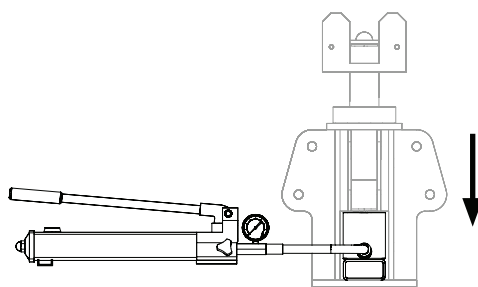

Fig. C2.02d
5. Abbassare la pressione dal cilindro idraulico (**50.1**). (Fig. C2.02d)